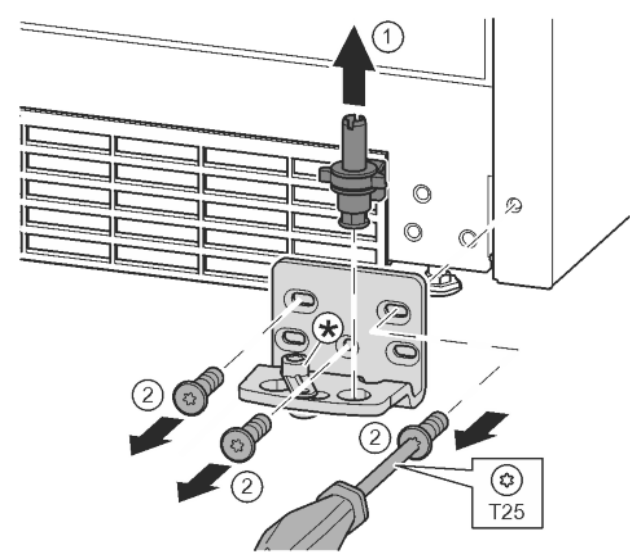

Fig. 13
- Kompletną płytkę zawiasu wyjąć w górę. *Fig. 13 (1)*
- Śruby wykręcić przy pomocy śrubokręta T25 i zdjąć płytkę zawiasu. *Fig. 13 (2)*